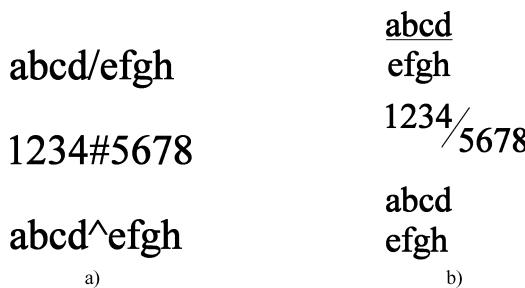

图 7-13 堆叠形式标注示例
- “堆叠”按钮 b ：用于确定字体是否以堆叠形式标注。利用“/”“^”“#”符号，可以用不同的方式表示分数。在分子、分母中间输入“/”符号可以得到一个标准分式；在分子、分母中间输入“#”符号，则可以得到一个被“/”分开的分式；在分子、分母中间输入“^”可以得到左对正的公差值。操作方法是从左向右选取字体对象，单击“堆叠”按钮即可，如图 7-13 所示。